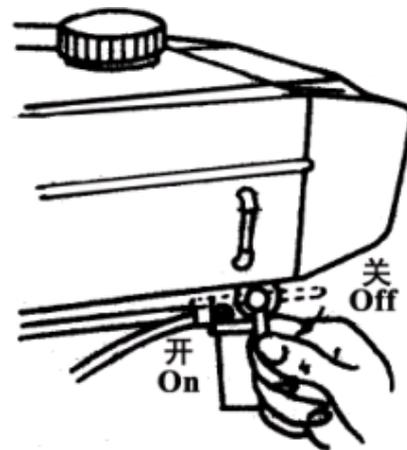

Рис. 15 Топливный краник
3. Поверните топливный краник в положение OFF (перекрыт), как показано на рис. 15.